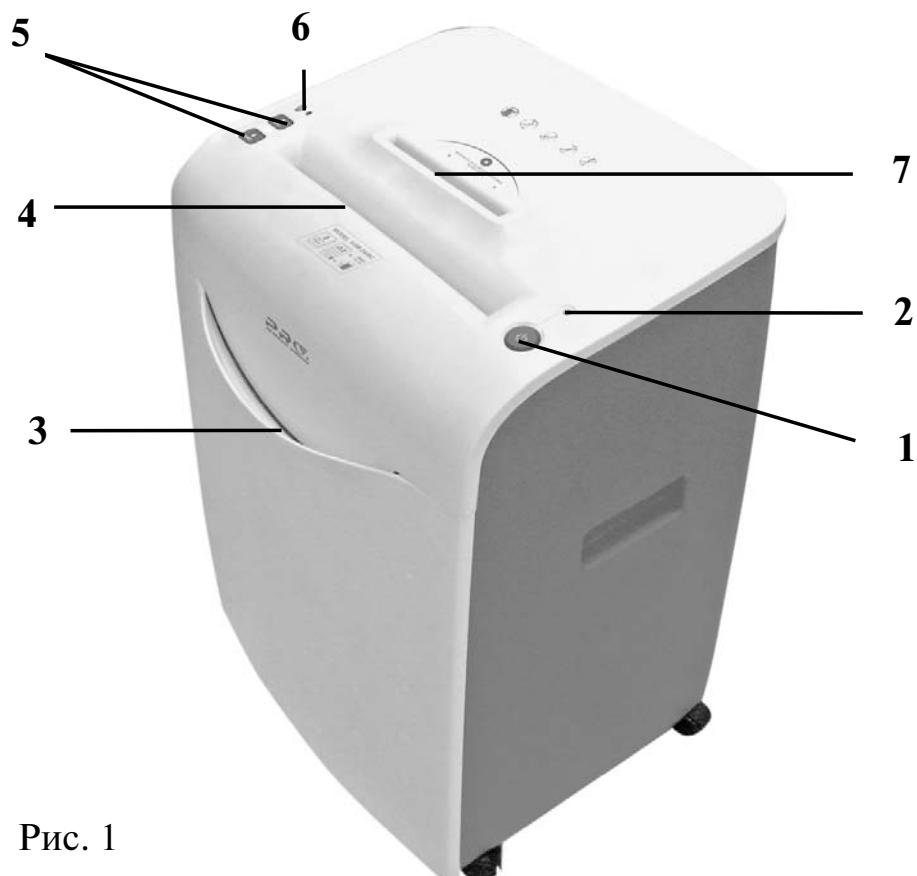

Рис. 1
1. Когда корзина полностью заполнена обрезками бумаги, вытащите корзину по направлению к себе и вытряхните ее. Не используйте уничтожитель с переполненной корзиной. При переполнении корзины загорается индикатор (Рис.1 п.6) и подается звуковой сигнал.
2. Включите уничтожитель с помощью выключателя питания Рис.1 п.1, при этом должен загореться индикатор питания Рис.1 п.2.
5. В случае застревания листов нажмите клавишу "REV" и удерживайте ее (Рис.1 п.5), двигатель начнет работать в обратном направлении, и бумага будет подаваться назад. Вытащите бумагу из приемного лотка и продолжите резку.